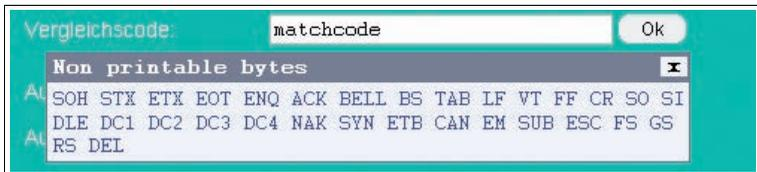

Abbildung 7.8 Popup-Fenster Matchcode
- **Vergleichscode:** Geben Sie hier den Vergleichscode ein. Sobald mit der Maus über das Eingabefensters des Vergleichscode gefahren wird, erscheint das Popup-Menü mit den nicht druckbaren Zeichen → siehe Abbildung 7.8 auf Seite 28.